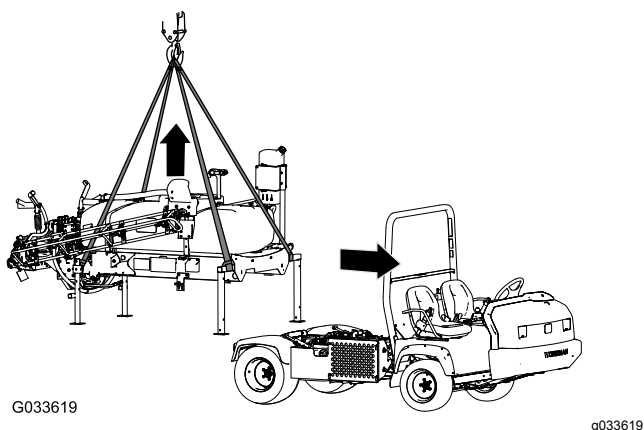

Figura 132
- Abbassate le barre a circa a 45° poi ruotatele in avanti (Figura 132).
5. Collegate l'attrezzatura di sollevamento ai tubi orizzontali dei cavalletti anteriori e al palo verticale dei cavalletti posteriori (Figura 132).
7. Sollevare il telaio di supporto del serbatoio dalla macchina ad altezza sufficiente per liberare completamente il telaio di supporto dalla macchina (Figura 132).